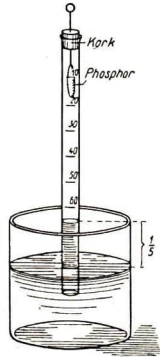

Abb. 404. Meßröhre
b) Bei genaueren Versuchen bringt man den Phosphor in eine zylindrische **Meßröhre**, die in Wasser steht (Abb. 404).